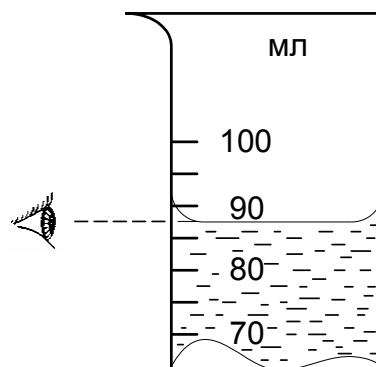

Рис. 6
3. Визначаючи об'єм рідини, розташуйте око на одному рівні з поверхнею рідини. Відлік виконуйте по нижній частині меніска (рис. 6).